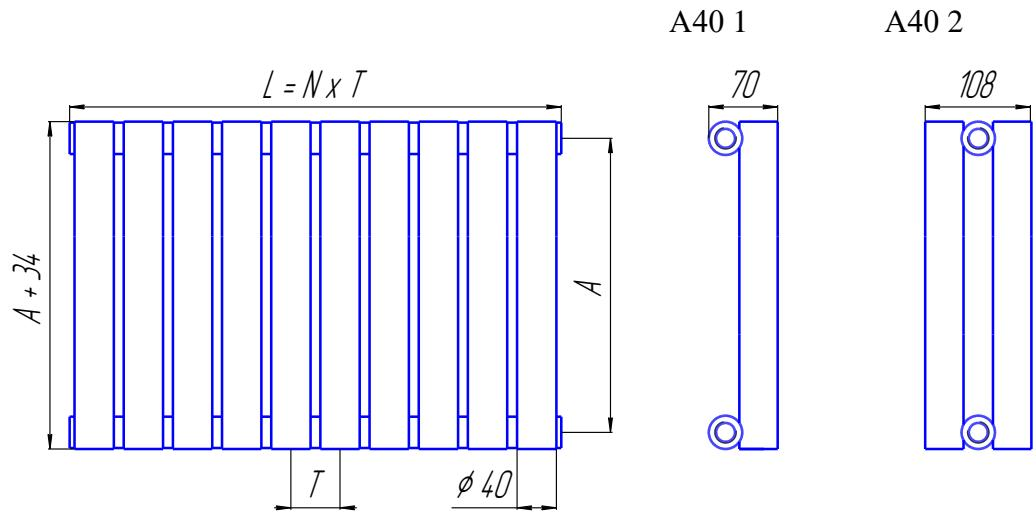

Рис. 1. Т – шаг ($T = 50$ мм), N – количество секций.
2.1. Основные размеры и параметры радиаторов приведены на рис.1 и в таблице.